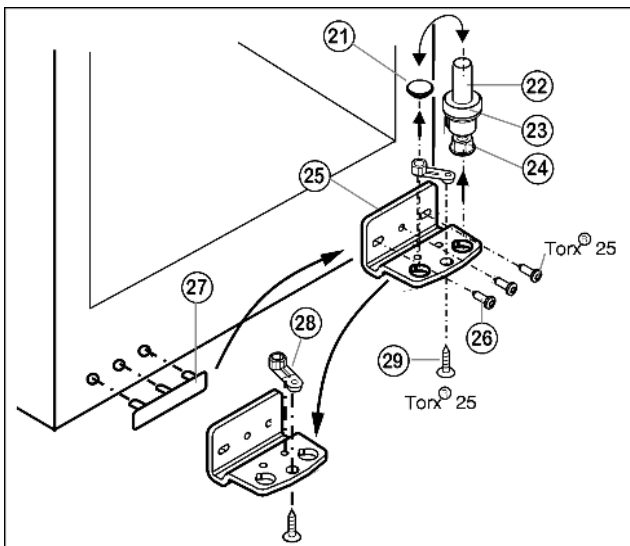

Fig. 6
- ▶ Ložiskový čap Fig. 6 (22) kompletný, s podložkou Fig. 6 (23) a nastaviteľnou nohou Fig. 6 (24), vytiahnite smerom nahor.
- ▶ Zátku Fig. 6 (21) podvihnite.
- ▶ Ložiskovú konzolu Fig. 6 (25) odskrutkujte Fig. 6 (26).
- ▶ Ložiskový diel Fig. 6 (28) odskrutkujte Fig. 6 (29) a premiestnite ho do protiahlého otvoru uloženia ložiskovej konzoly, opäť priskrutkujte.
- ▶ Kryt na strane držadla Fig. 6 (27) opatrne nadvihnite a premiestnite na opačnú stranu.
- ▶ Ložiskovú konzolu Fig. 6 (25) na novej strane závesu zaskrutkujte **pevne (pomocou krútiaceho momentu 4 Nm)**, príp. pomocou akumulátorového skrutkovača.
- ▶ Zátku Fig. 6 (21) opäť nasadte do inej diery.
- ▶ Ložiskový čap Fig. 6 (22) kompletný, s podložkou a nastaviteľnou nohou, opäť nasadte. Dbajte pritom na to, aby zárez dorazu ukazoval smerom dozadu.
- ▶ Dvere nasadte zhora na ložiskový čap dole Fig. 6 (22).
- ▶ Dvere prípadne súosovo vyrovnajte ku krytu zariadenia cez obidve pozdĺžne diery v ložiskovej konzole dole Fig. 6 (25). K tomu prípadne vyskrutkujte strednú skrutku.